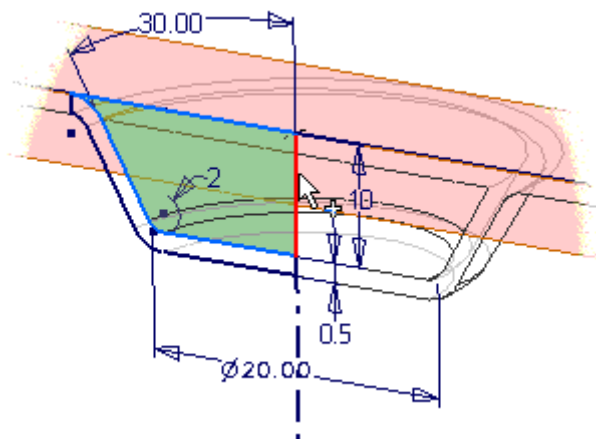

Bild 19: Drehung des Ausschnitts
4. Verlassen Sie die Skizze und starten Sie den Befehl Drehung. Wählen Sie die gerade erzeugte Fläche (falls nicht bereits automatisch selektiert) und schneiden Sie mit der Differenz-Option diese aus. Als Achse wählen Sie die vertikale gezeichnete Linie (Bild 19).